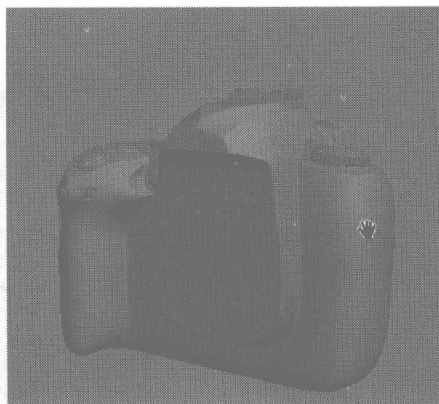

图 6.287
- 07** 此时相机顶部的细节部分制作完成，效果如图 6.287 所示。